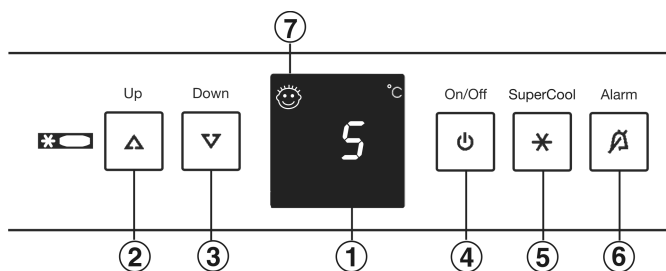

Fig. 2
- ▶ Toets On/Off Fig. 2 (4) indrukken.
- ▶ Instelmodus activeren: druk gedurende ca. 5 sec. op de toets SuperCool Fig. 2 (5).
- ▶ Met insteltoets Up Fig. 2 (2) en insteltoets Down Fig. 2 (3) kiezen.
- ▶ Bevestigen: druk kort op de toets SuperCool Fig. 2 (5).
- ▶ Display helderder instellen: druk op de insteltoets Up Fig. 2 (2).
- ▶ Display donkerder instellen: druk op de insteltoets Down Fig. 2 (3).
- ▶ Bevestigen: druk op de toets SuperCool Fig. 2 (5).
- ▶ Instelmodus deactiveren: druk op de toets On/Off Fig. 2 (4).